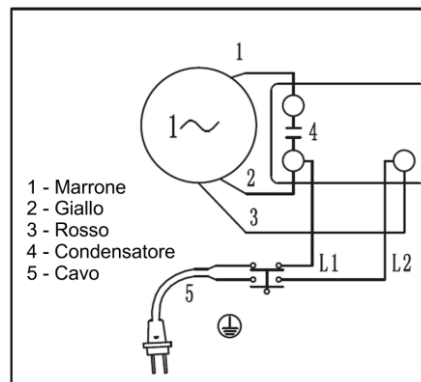

Fig. 3
- Collegare i cavi elettrici al motore seguendo lo schema elettrico mostrato nella Fig. 3.